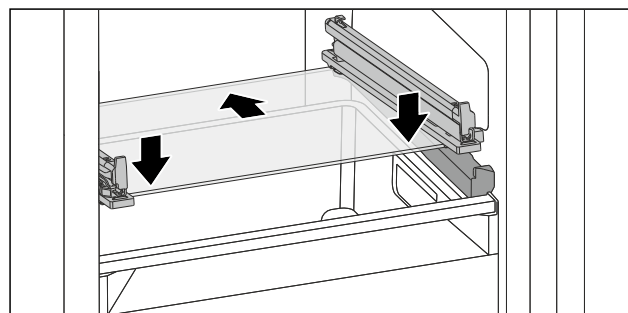

Fig. 141 Ripiano in vetro del cassetto ribaltabile
- Applicare il ripiano in vetro obliquamente dietro i fermi. (vedere Fig. 141)